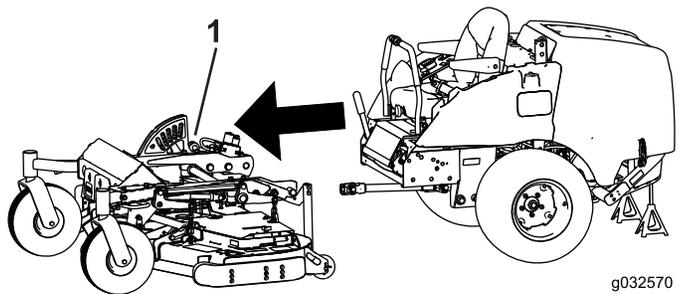

Figura 59
8. Fate rotolare il telaio estivo in avanti e riponetelo per il cambio stagionale (Figura 59).